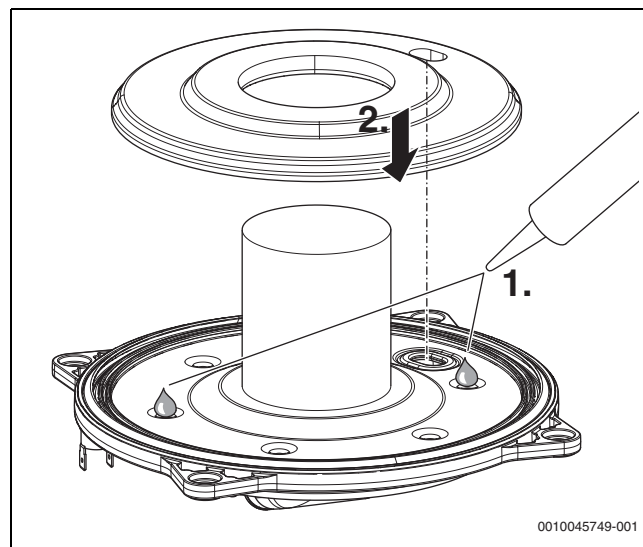

Fig. 42 Aplicarea adezivului siliconic și montarea noii termoizolații
- ▶ Aplicați adezivul siliconic rezistent la temperatură (substanță de etanșare rezistentă la temperaturi ridicate (>250 °C)) în cele două spații, conform reprezentării din → Fig. 42.